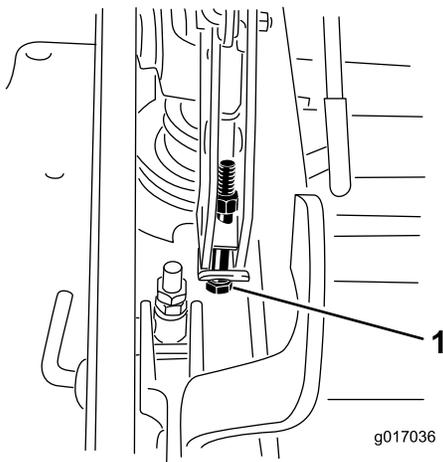

Figura 117
12. Si la carcasa está demasiado baja, apriete el perno del ajuste de un solo punto girándolo en el sentido de las agujas del reloj. Si la carcasa está demasiado alta, afloje el perno del ajuste de un solo punto girándolo en el sentido contrario a las agujas del reloj (Figura 117).